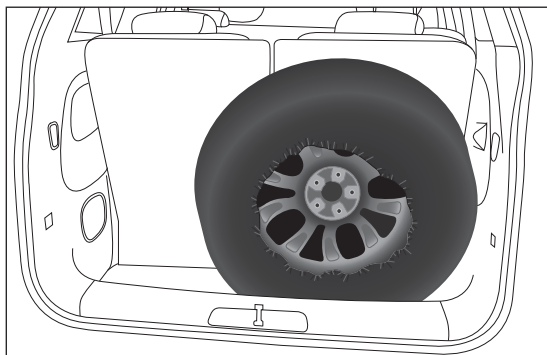

fig. 41
- ☐ *Con sedili posteriori terza fila non abbattuti:* rimuovere la tendina copribagagliaio (che va posizionata davanti ai sedili posteriori della seconda fila) quindi posizionare la ruota forata all'interno del bagagliaio, posizionandola come illustrato in fig. 41 (mozzo ruota rivolto verso l'interno dell'abitacolo in modo da evitare la caduta della ruota stessa in fase di chiusura del portellone bagagliaio).